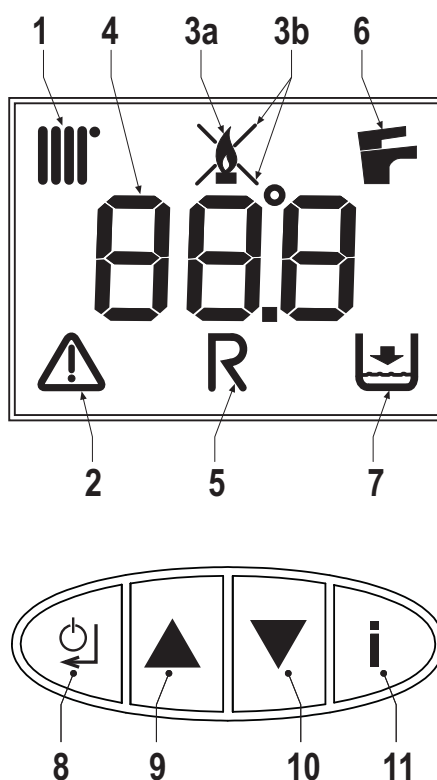

fig. 1 - Panoul de comandă
Cererea de încălzire (generată de Contactul de cerere, Termostatul de cameră sau Cronocomanda la distanță) este indicată de activarea simbolului caloriferului (det. 1 - fig. 1).
Pe afișajul multifuncțional (det. 4 - fig. 1) apare temperatura de la senzorul de încălzire, iar în intervalul de așteptare pentru încălzire apare mesajul "d2".
Cererea de apă caldă menajeră (generată de deschiderea robinetului de apă caldă) este indicată de activarea simbolului robinetului (det. 6 - fig. 1).
Pe afișajul multifuncțional (det. 4 - fig. 1) apare temperatura de la senzorul pentru apa caldă menajeră, iar în intervalul de așteptare pentru apa caldă apare mesajul "d1".
Apăsați pe tasta Pornit/Oprit (det. 8 - fig. 1) timp de 5 secunde.
Când dispozitivul este oprit, cartela electronică mai este încă alimentată cu energie electrică. Este dezactivată funcționarea circuitului de apă caldă menajeră și a circuitului de încălzire. Rămâne activ sistemul antiîngheț. Pentru a porni din nou dispozitivul, apăsați din nou pe tasta Pornit/Oprit (det. 8 - fig. 1) timp de 5 secunde.
Pentru a avea acces la meniul cu setările utilizatorului, trebuie să apăsați pe tasta Info (det. 11 - fig. 1).
Apăsați pe tasta Info (det. 11 - fig. 1) până când este afișat parametrul **u01** din meniul cu setările utilizatorului.
Apăsați pe tasta Enter (det. 8 - fig. 1): este afișată valoarea curentă a parametrului **u01**.
Cu ajutorul tastelor (det. 9 și 10 - fig. 1), modificați temperatura de la un minim de 30°C la un maxim de 80°C.
Apăsați pe tasta Enter (det. 8 - fig. 1) pentru a confirma setarea.
După aceea apăsați pe tasta Info (det. 11 - fig. 1) până când ieșiți din meniu.
Apăsați pe tasta Info (det. 11 - fig. 1) până când este afișat parametrul **u02** din meniul cu setările utilizatorului.
Apăsați pe tasta Enter (det. 8 - fig. 1): este afișată valoarea curentă a parametrului **u02**.
Cu ajutorul tastelor (det. 9 și 10 - fig. 1), modificați temperatura de la un minim de 10°C la un maxim de 65°C.
Apăsați pe tasta Info (det. 11 - fig. 1) până când este afișat parametrul **u03** din meniul cu setările utilizatorului.
Apăsați pe tasta Enter (det. 8 - fig. 1): este afișată valoarea curentă a parametrului **u03**.
Cu ajutorul tastelor (det. 9 și 10 - fig. 1) setați modul Vară (0) sau modul larnă (1).
Apăsați pe tasta Info (det. 11 - fig. 1) până când este afișat parametrul **u04** din meniul cu setările utilizatorului.
Apăsați pe tasta Enter (det. 8 - fig. 1): este afișată valoarea curentă a parametrului **u04**.
Cu ajutorul tastelor (det. 9 și 10 - fig. 1) setați modul Economy (0) sau Comfort (1).
După aceea apăsați pe tasta Info (det. 11 - fig. 1) pentru a ieși din meniu.
Apăsați pe tasta Info (det. 11 - fig. 1) până când este afișat parametrul **u05** din meniul cu setările utilizatorului.
Apăsați pe tasta Enter (det. 8 - fig. 1): este afișată treapta curentă din puterea maximă.
Cu ajutorul tastelor (det. 9 și 10 - fig. 1) pentru a modifica puterea maximă: de la 1 (Treapta minimă) la 5 (Treapta maximă).
Apăsați pe tasta Info (det. 11 - fig. 1) până când este afișat parametrul **u06** din meniul cu setările utilizatorului.
Apăsați pe tasta Enter (det. 8 - fig. 1): este afișată valoarea curentă a parametrului **u06**.
Cu ajutorul tastelor (det. 9 și 10 - fig. 1) modificați modul de funcționare:
Apăsați pe tasta Info (det. 11 - fig. 1) până când este afișată informația **u07** din meniul cu setările utilizatorului. Apăsați pe tasta Enter (det. 8 - fig. 1): este afișată puterea curentă a arzătorului (Treapta) și starea flăcării.